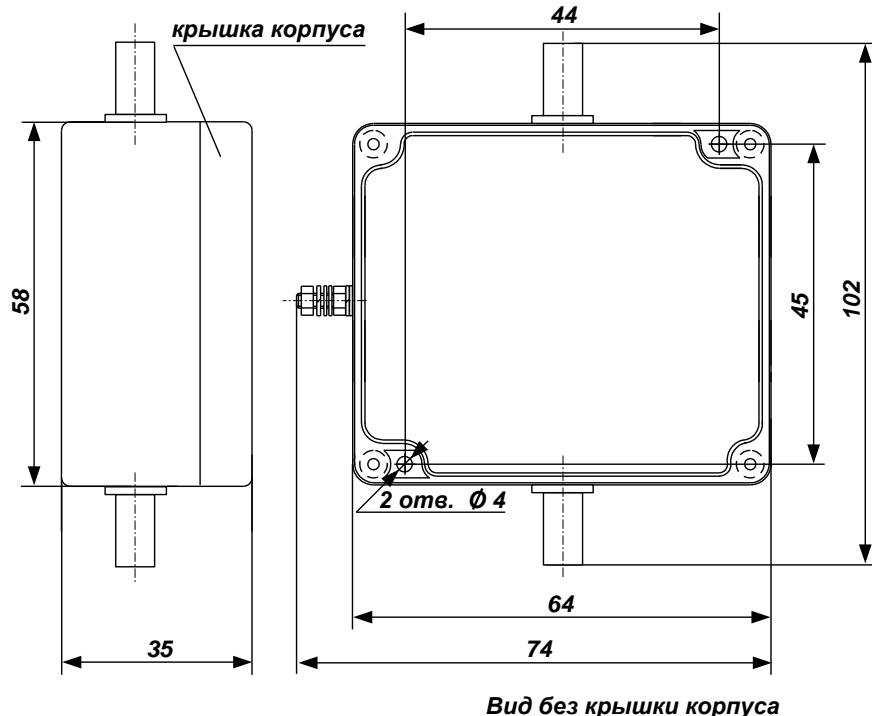
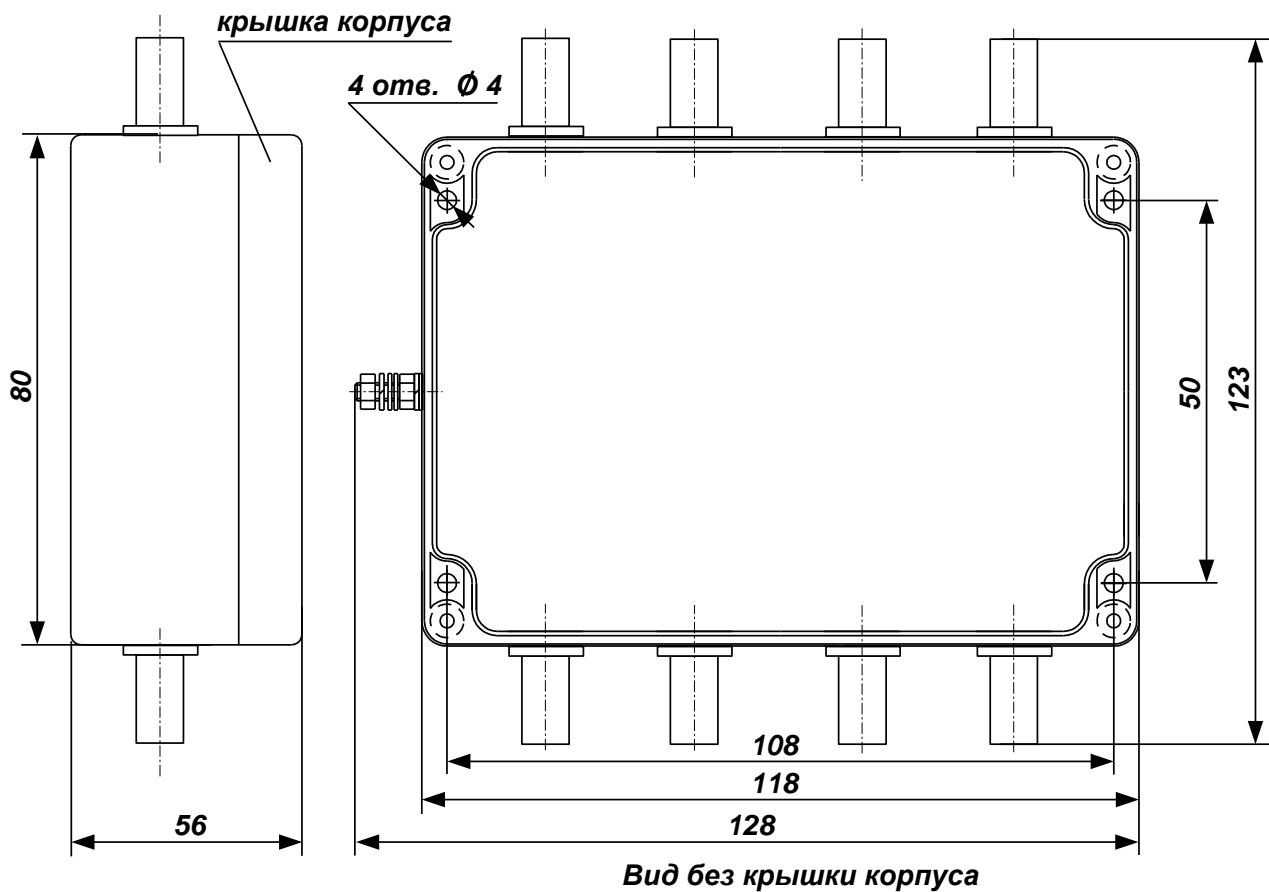

Рис. 5 Габаритные и присоединительные размеры Б3VB-01
Рис. 6 Габаритные и присоединительные размеры БЗВВ-04
5.2. Присоединительные размеры Б3VB-01 и Б3VB-04 показаны на Рис. 5, Рис. 6.